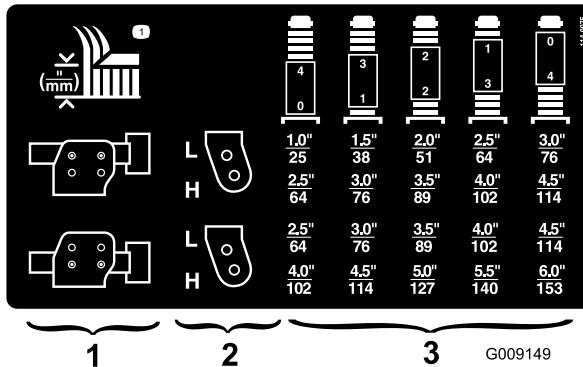

Figura 23
2. Coloque los ejes de las ruedas giratorias en el mismo taladro en todas las horquillas. Consulte en la tabla (Figura 23) los taladros correctos para cada altura.
Consulte la tabla (Figura 23) para determinar la combinación de espaciadores necesaria para cada altura: